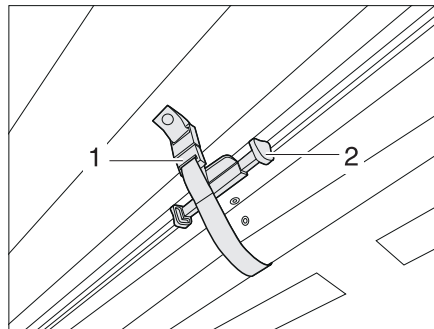

Fig. 74 Tendina oscurante pieghevole del parabrezza
- Aprire l'asola di bloccaggio (Fig. 74,1) della tendina oscurante pieghevole.
- Comprimere il bloccaggio (Fig. 74,2) dell'impugnatura della tendina oscurante pieghevole ed abbassarla fino all'altezza desiderata.
- Con l'impugnatura sollevare delicatamente la tendina oscurante pieghevole fino all'innesto del bloccaggio (Fig. 74,2).
- Bloccare la tendina oscurante pieghevole con l'asola di bloccaggio (Fig. 74,1).
- Afferrare l'impugnatura (Fig. 74,2) delle tendine oscuranti pieghevoli su entrambi i lati del parabrezza e chiudere verso il centro del parabrezza tirando con prudenza finché il fermo magnetico non blocca la tendina oscurante pieghevole.